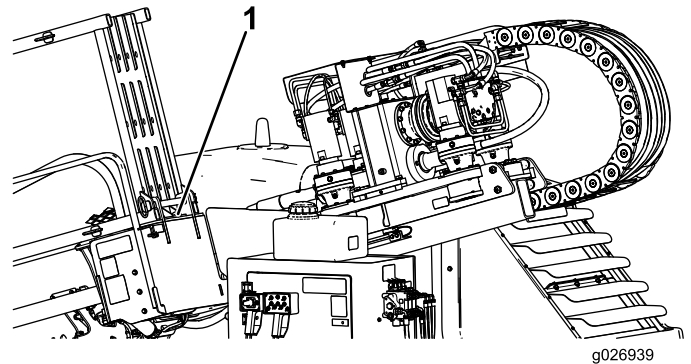

Figure 71
7. Rangez le dispositif de verrouillage de vérin à l'arrière du porte-tiges (Figure 71).